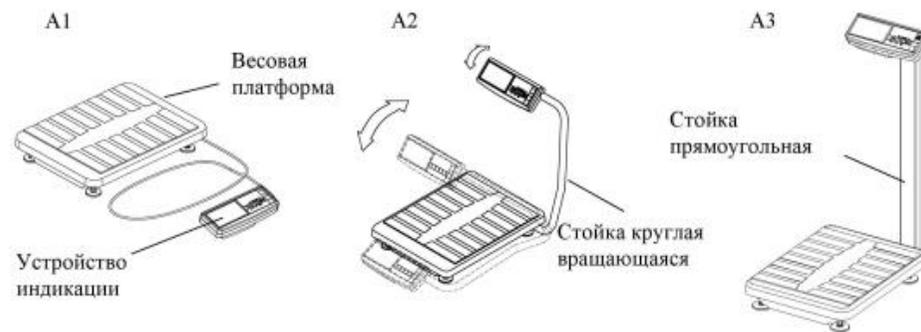
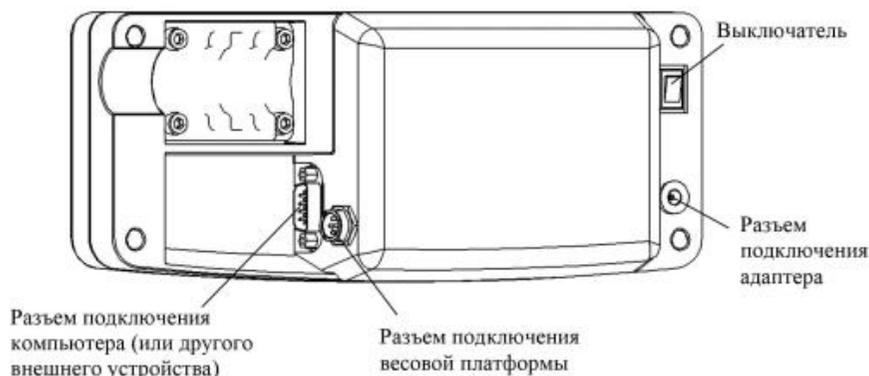

Рис. 5.1 - Внешний вид весов
Рис. 5.3 - Устройство индикации
5.1 Весы состоят из весовой платформы и устройства индикации (Рис. 5.1 + Рис. 5.3). В зависимости от способа установки устройства индикации, весы поставляются в комплектах:
- подсоединить разъем весовой платформы к устройству индикации (Рис. 5.3);
- вращая стойку (Рис. 5.1) установить ее в удобное для работы положение и зафиксировать, плотно затянув винты в кронштейнах основания (восемь винтов). На входе в стойку оставить припуск кабеля длиной 20+30 мм;